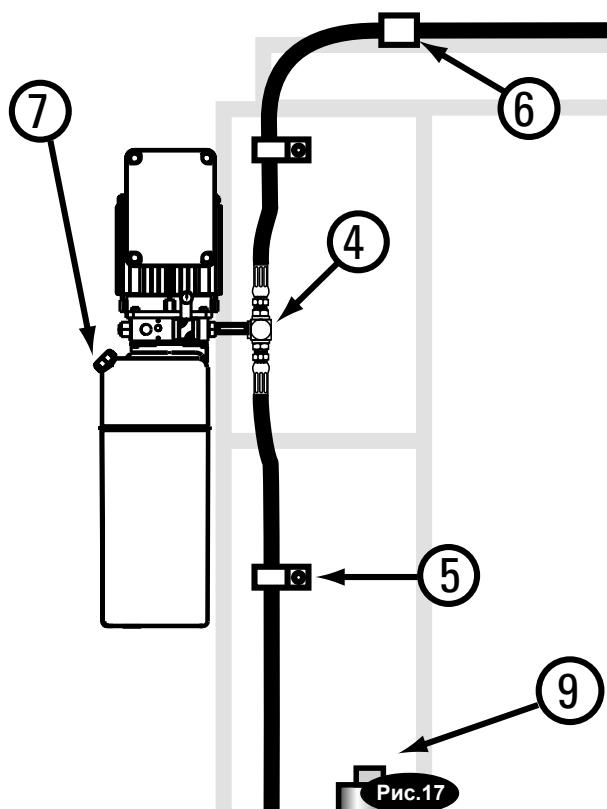

Рис.17
16. Заливка масла: Снимите крышку заливного сапуна на силовом блоке ,см. рис. 17 и 18. Залейте бак до отметки MIN (мин.) маслом Dexron III ATF или гидравлической жидкостью ,отвечающей требованиям ISO 32. Установите обратно крышку заливного сапуна.